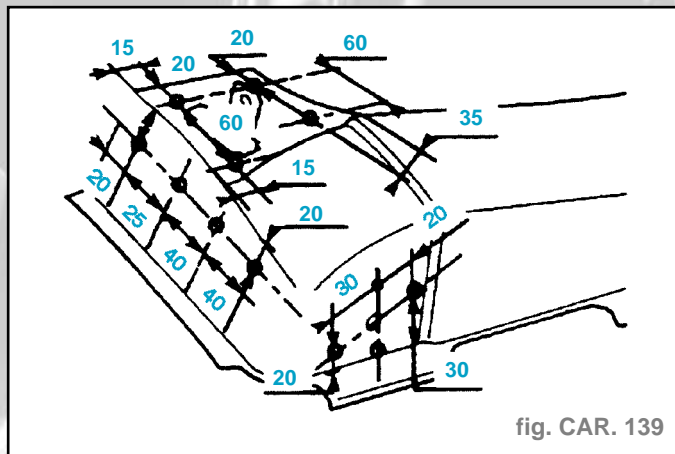

fig. CAR. 139
- Tracer puis percer à diamètre **6,5 mm** pour soudage ultérieur par points bouchons (fig. CAR. 139 et 140).